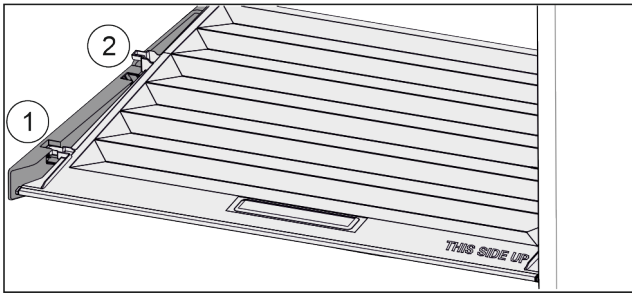

Fig. 68
- ▶ Deckel bis zur Öffnung in den Halteteilen nach vorne ziehen Fig. 68 (1).
- ▶ Hinten von unten anheben und nach oben wegnehmen Fig. 68 (2).